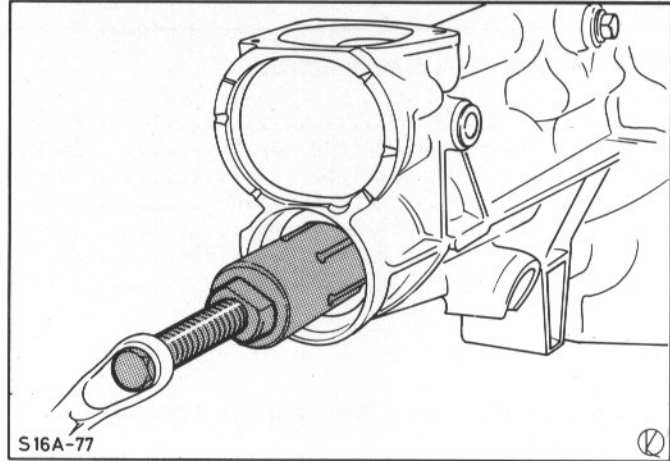

Abb.153 Büchse aus Getriebeverlängerung ziehen (N-Getriebe gezeigt)
5. Büchse - Getriebeverlängerung mit entsprechendem Spez.-Werkzeug ausbauen, Abb.153.